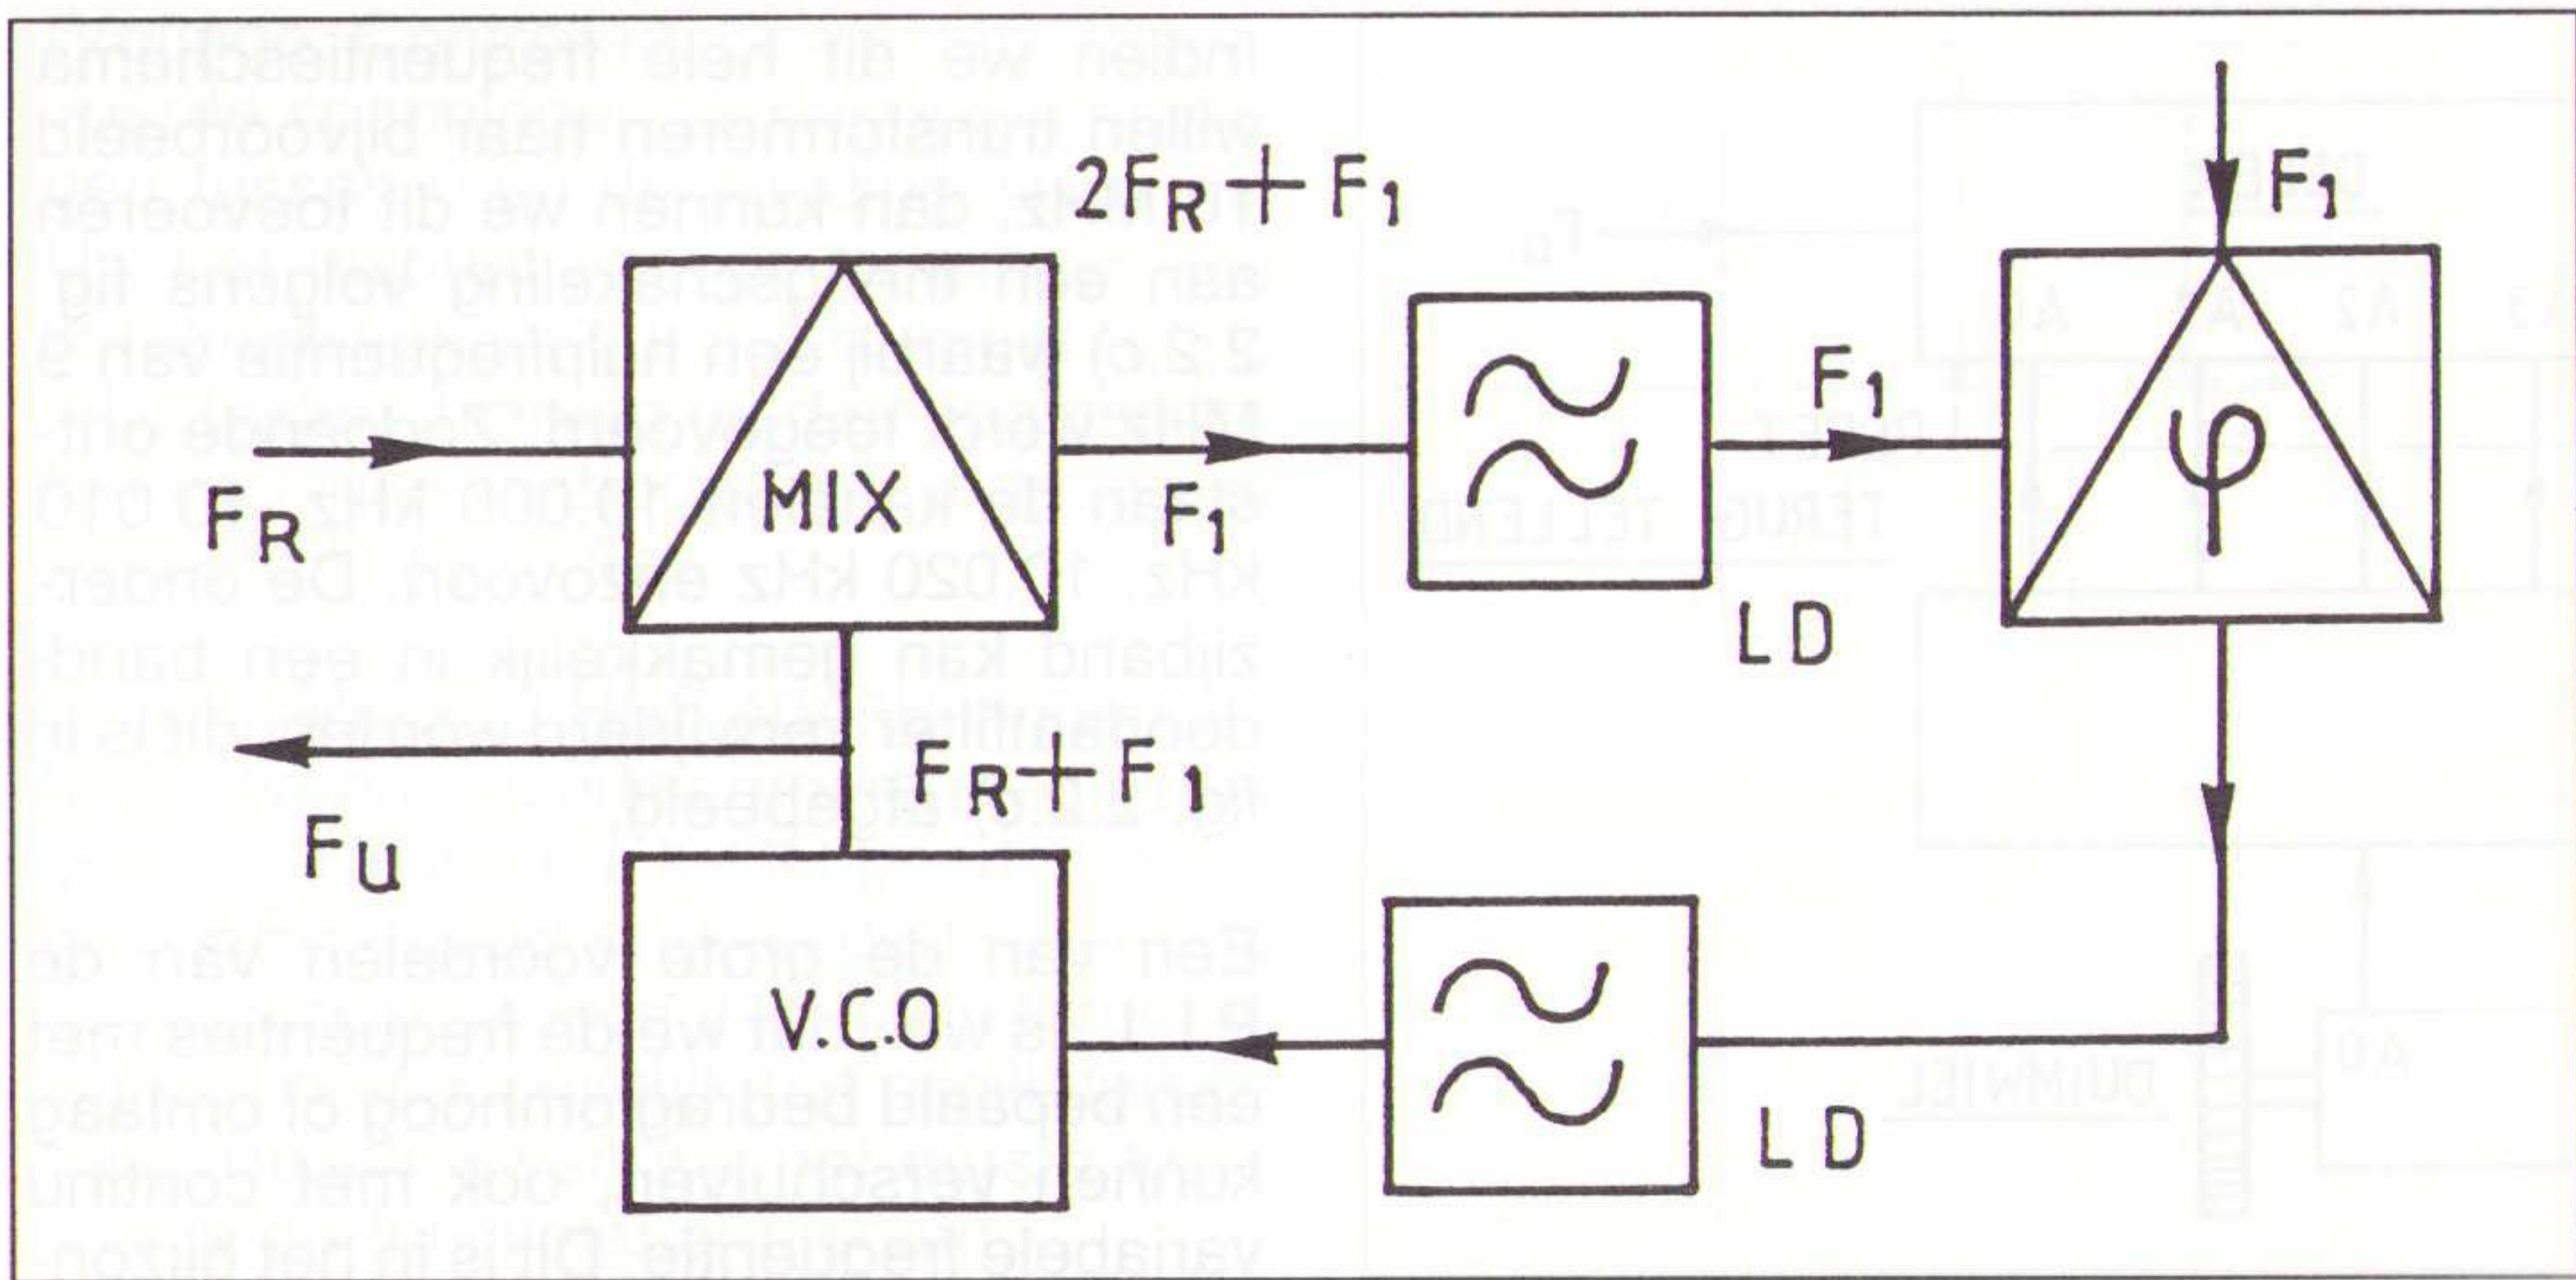

Fig. 2.3 Het toevoegen van een extra frequentie in de regellus.
manier is het mogelijk met een zeer goede stabiliteit. Hiertoe wordt in de regellus een extra frequentie toegevoerd, de zogenaamde interpolatiefrequentie (zie fig. 2.3).
keling in fig. 2.6. hiermee kunnen de kanaalfrequenties worden verkregen. De synthesizer bevat een aantal lussen volgens fig. 2.3., waarbij iedere vorige lus (decade) de volgende aanstuurt; zo worden de frequenties samengesteld. De eerste frequentielus is continu variabel (0-1-10 Hz), waardoor dit bereik loopt van 1(0) Hz tot 99 Hz; deze stuurt weer de volgende decade, die loopt van (0)-999 Hz in stapjes van 1 Hz, enzovoort. De hiervoor benodigde kanaalfrequenties kunnen we verkrijgen met de hulp-schakeling volgens fig. 2.6. De deler D wordt via de decimaal/binaire omzetter voorgezet op de gewenste code; de output is nu $n \cdot f_{REF}$, in dit geval $n \cdot 10$ Hz. op deze manier worden de vereiste hulpfrequenties verkregen. Op deze manier wordt met 7 decades volgens fig. 2.7. als hoogste frequentie 11 MHz verkregen. De synthesizer kan zowel met een blokgolf als met sinus-uitgang geleverd worden - met sinus-uitgang kan deze eenvoudig in een blokgolf omgezet worden, omgekeerd is dat niet eenvoudig! Het grote probleem is het verkrijgen van een V.C.O. met een voldoende grote frequentiezwaai. Bij de digitale oscillator is dat geen probleem, bij de sinus echter wel! Bovendien moet de synthesizer aan zeer hoge eisen voldoen wat betreft de stabiliteit, de vrijheid van ongewenste nevenfrequenties, de vrijheid van ruis en ongewenste frequentiemodulatie enzovoort. Dit maakt de synthesizer voor zendersturing en voor meetdoeleinden tot een kostbaar instrument; door toepassing van speciale custom IC's zijn de prijzen echter sterk gedaald! Bij toepassing als ontvangeroscillator liggen de eisen veel lager!